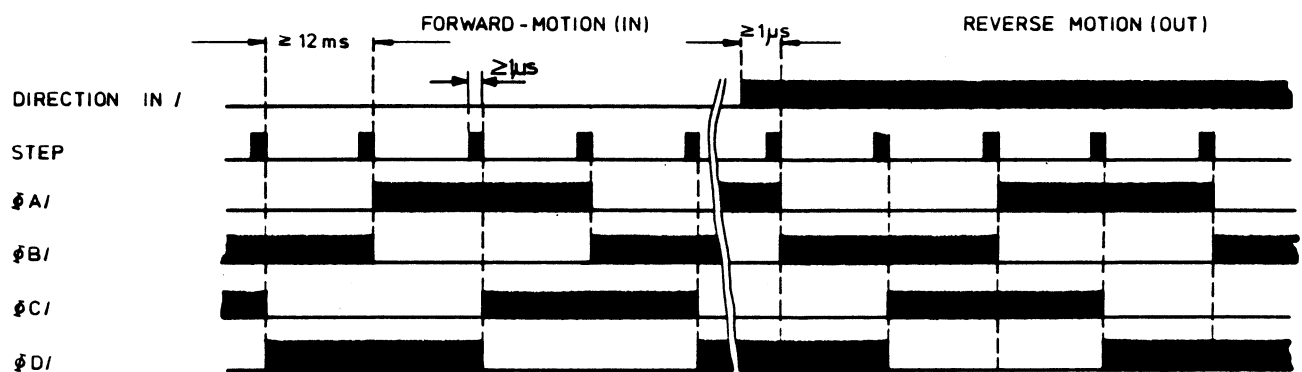

FIGURE 2 - 14 : STEPPER MOTOR - TIMING DIAGRAM
2.3.6.2. DRIVE MOTOR CONTROL (FIG. 2 - 17)